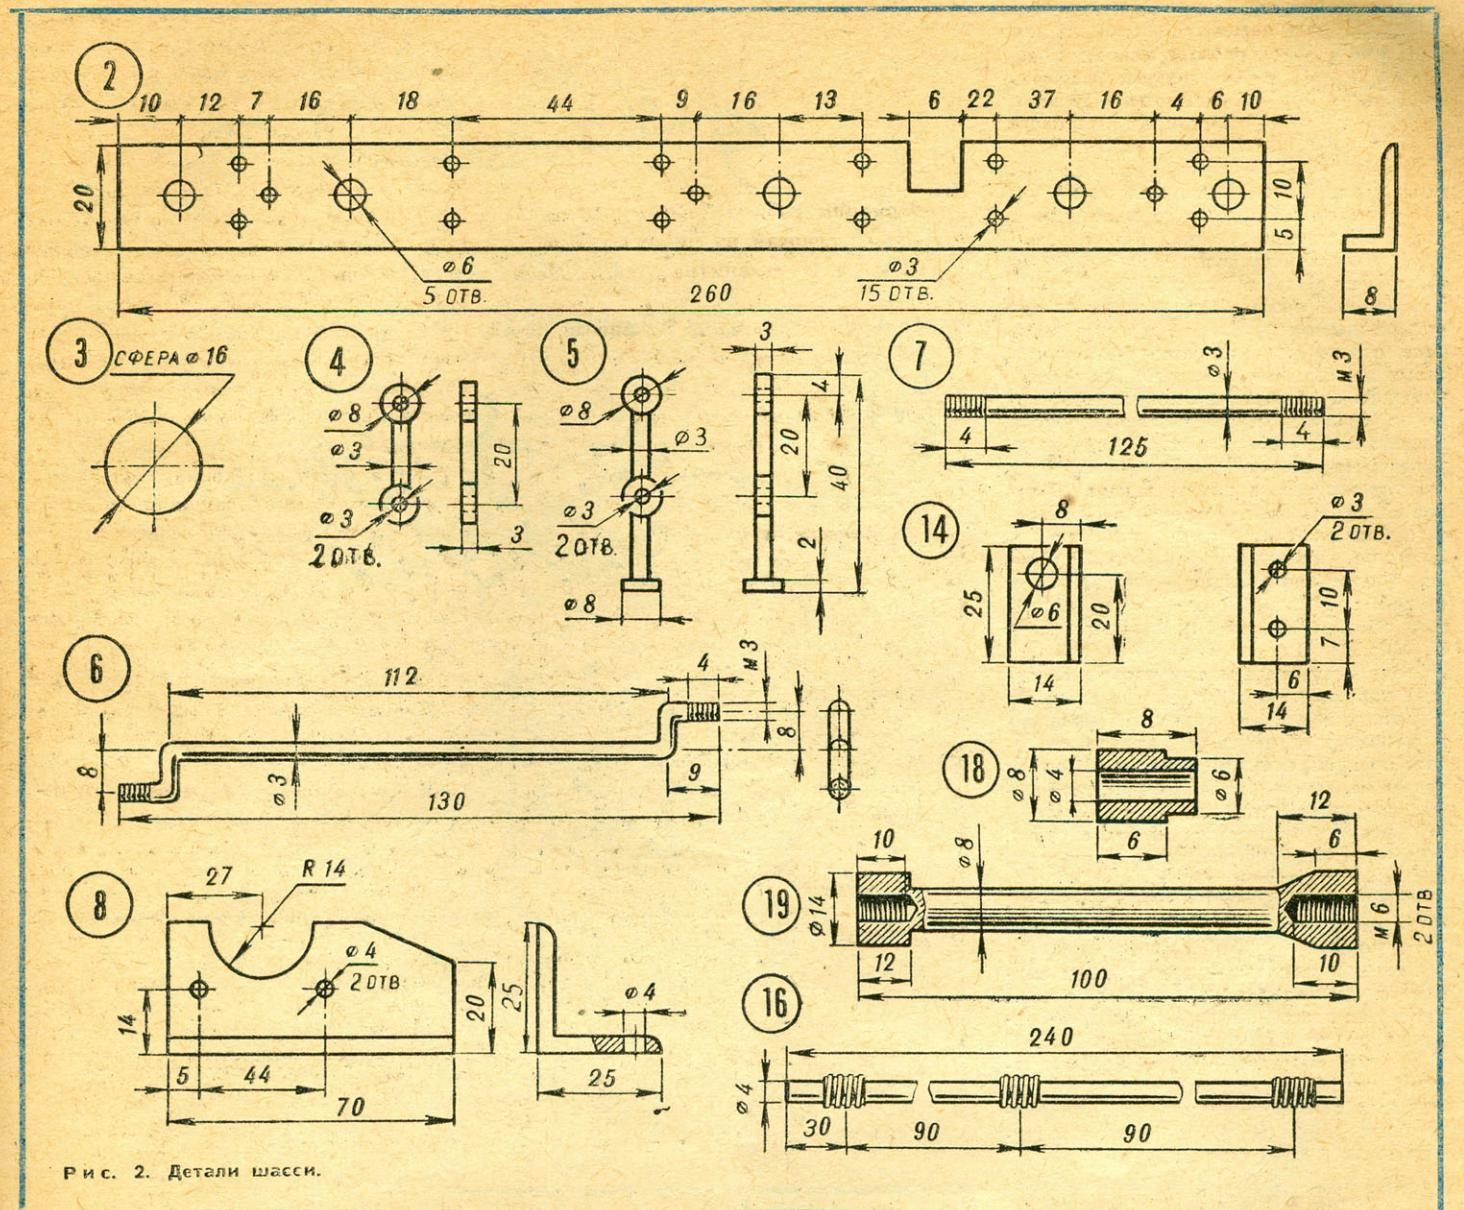

Рис. 2. Детали шасси.
Все детали модели собраны на раме 2, изготовленной из дюралюминиевого угольника размером $25 \times 25 \times 2,5$ мм (рис. 2). Для фиксации обеих боковых частей рамы их скрепляют между собой алюминиевыми распорками 19.
3. К колоннам мачт крепятся чиксы. На чиксах фок-мачты крепятся по одному блоку с левого и правого борта, для проводки грот-контра-брасов (рис. 2).